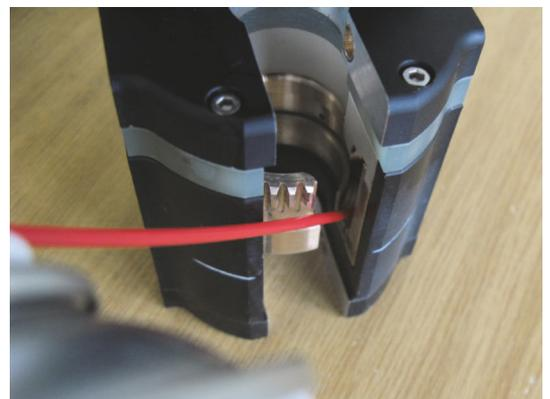

Fig. 9 Strom-/Kühlkontaktfläche mit Schnellreiniger besprühen
9. Schnellreiniger auf Strom-/Kühlkontaktfläche des Getrieberades (Rotor) sprühen (Abb.9). Anschließend Getrieberad (Rotor) um 360° rotieren lassen, um Verschmutzungen auszuspülen.